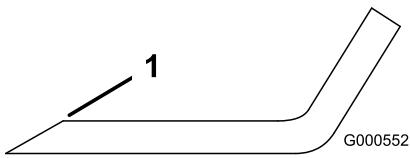

**Figure 38**
Tenez la lame à son extrémité avec un chiffon ou un gant épais. Enlevez de l'axe le boulon, la rondelle bombée, le renfort et la lame de l'axe (Figure 38).
1. Placez la lame sur l'axe (Figure 38).
2. Montez le renfort, la rondelle bombée (face concave vers la lame) et le boulon de lame (Figure 38).